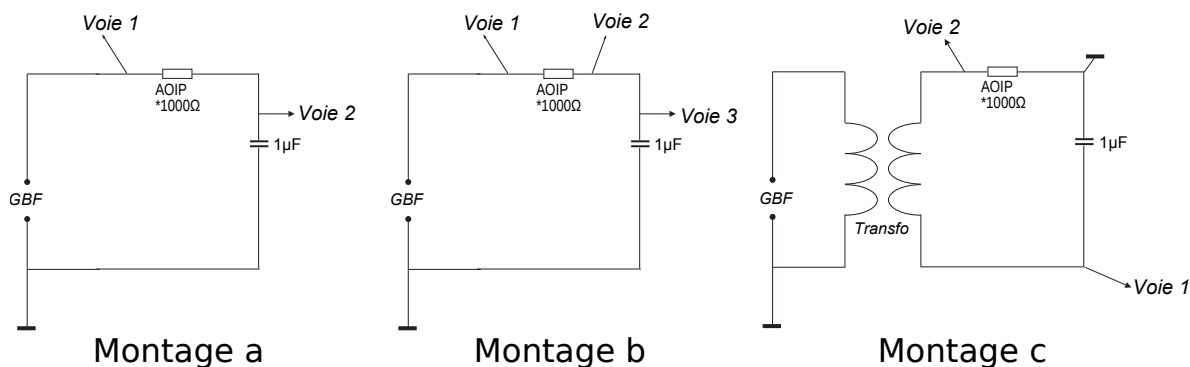

FIGURE 3 – Mesure à l'oscilloscope et problème de masse
**Utilisation d'un transformateur d'isolement** Le problème venant de la masse fixée à une borne du GBF, il faut construire un circuit où le GBF est isolé du reste du système. Pour cela, on utilise un transformateur de rapport 1 (autant de spires dans le primaire que dans le secondaire). Dans ce cas, on l'appelle *transformateur d'isolement*. Sur le schéma de la figure 3.c, le GBF est isolé. On a donc la liberté de choisir la masse (*i.e.* le potentiel de référence) dans le second circuit. Choisir alors le point médian entre la résistance et le condensateur.